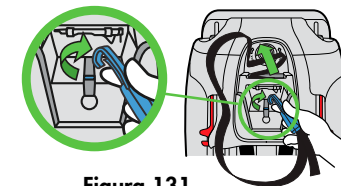

Figura 131
**Para quitar:** Saque el manual de instrucciones y la correa superior de la parte posterior del asiento. Tire del resorte de retención del gancho de la correa y sosténgalo, luego saque el gancho de la barra de guardar, como se muestra en la **figura 131**, y vuelva a meter el manual de instrucciones.